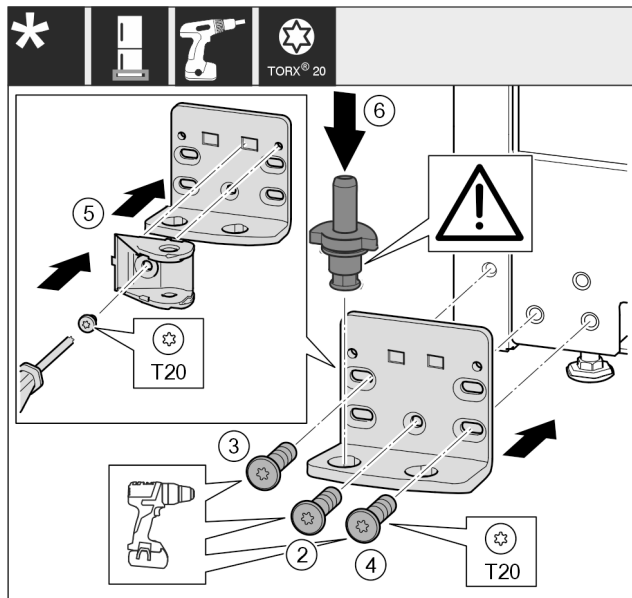

Fig. 44 *
- Placer le support de palier de l'autre côté et le visser avec un tournevis. Commencer par la vis Fig. 44 (2) en bas au milieu.*
- Serrer la vis Fig. 44 (3) et la vis Fig. 44 (4).*
- Tourner la liaison de l'amortisseur de fermeture Fig. 44 (5) de 180°. Le visser de l'autre côté du support de palier avec un tournevis.*
- Insérer complètement l'axe de palier Fig. 44 (6). Veiller à ce que l'ergot soit orienté vers l'arrière.*